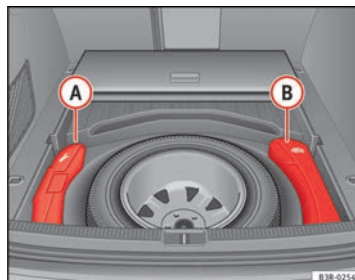

Fig. 190 Caja de las herramientas y gato
La herramienta de a bordo (A) y el gato (B) ⇒ fig. 190 para vehículos con rueda de repuesto y para vehículos con juego para reparación de neumáticos se encuentran en el maletero, debajo de la superficie de carga.